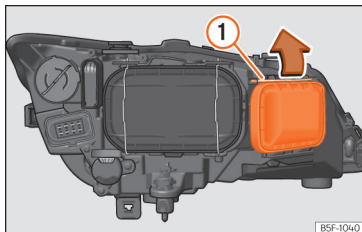

Fig. 59 Lampadina per abbaglianti.
- Far scorrere il tirante »» fig. 59 ① nel senso della freccia e sfilare la chiusura.